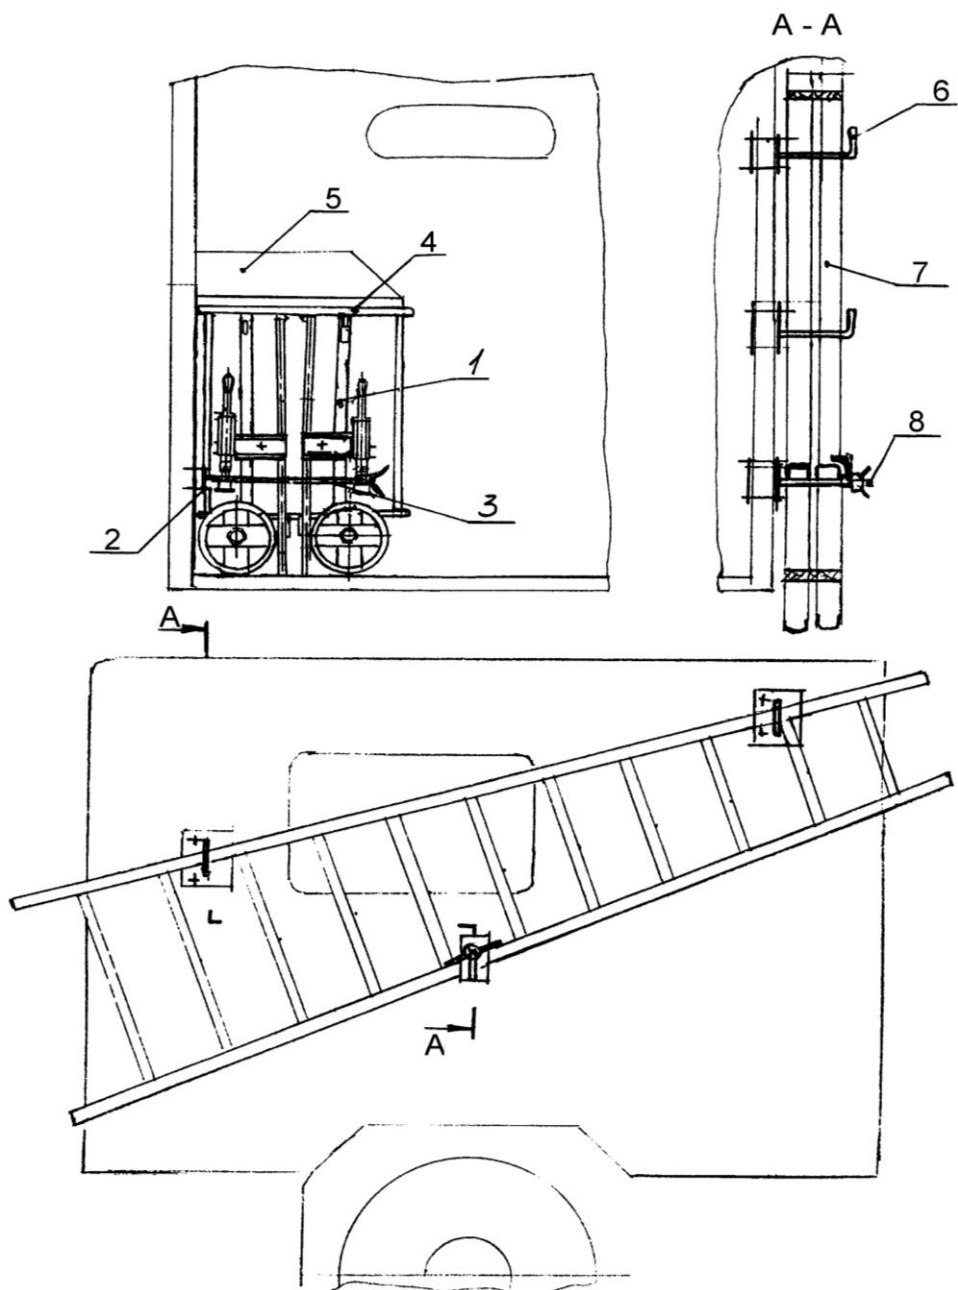

Рис. 1
3.2 Рекомендуемая перевозка вышки на автолетучке показана на рис. 1. Рама и комплект лестниц должны быть предварительно стянуты ремнями, входящими в комплектацию данных составных частей изделия.